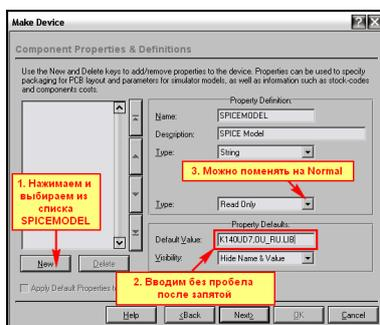

Рис.116
- Через кнопку **New** из всплывающего списка назначаем **SPICEMODEL** как показано на Рис.116. В **Property Default** в окне **Default Value** прописываем нашу модель и библиотеку, где она расположена. **K140UD7,OU_RU_LIB** (Внимание! Важно! Здесь и далее после запятой пробел отсутствует!).